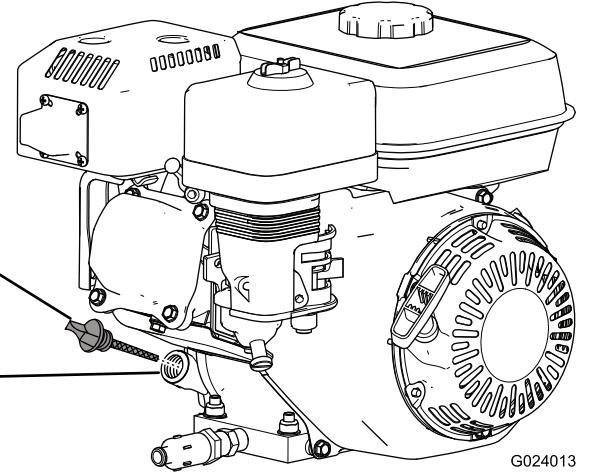

Figura 17
- Spegnete il motore, lasciate che si raffreddi e pulite la zona attorno al tappo di rifornimento dell'olio/asta di livello (Figura 17).